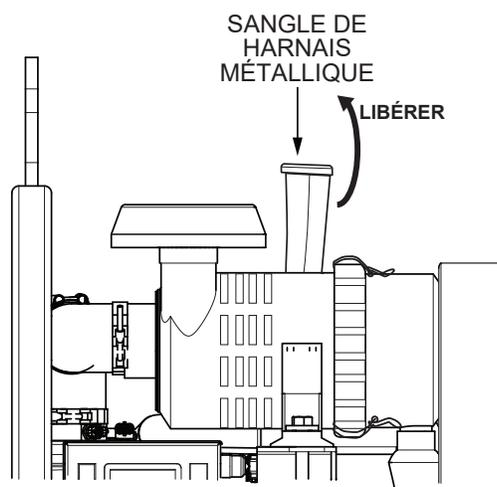

Figure 30. Déverrouillage d'une sangle de harnais métallique
2. Dégagez la sangle métallique qui maintient le filtre à air en place (Figure 30).